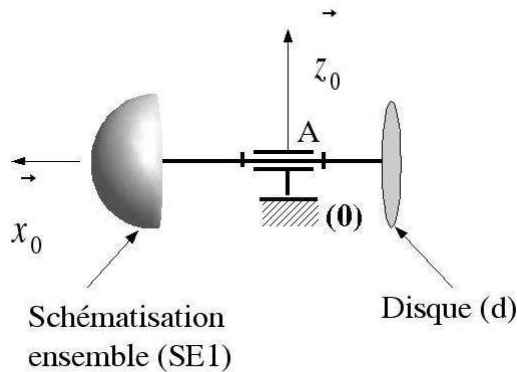

Figure 4: Sous-ensemble (SE1) et (d) en rotation.
3 Le disque de freinage (d) est désormais associé au sous-ensemble (SE1) précédent supposé maintenant équilibré, **Figure 4**. La matrice d'inertie du disque (d) en 0, relativement à la base
- Figure 4: Sous-ensemble (SE1) et (d) en rotation.